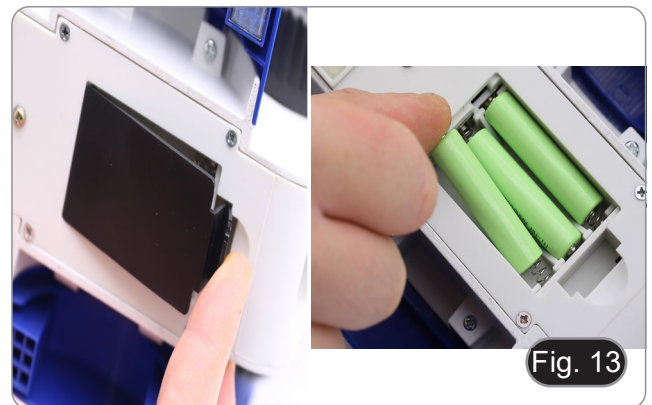

Fig. 13
1. Ouvrez le compartiment des piles au bas de l'appareil. (Fig. 13)